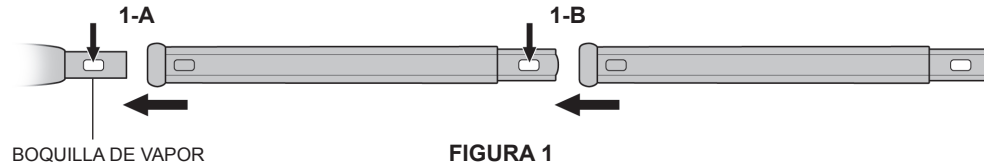

FIGURA 1
2. Presione el botón azul de bloqueo/apertura. Mientras mantiene presionado el botón, deslice la Varilla de Extensión hacia la Boquilla de Vapor (FIGURA 1-A). Empuje la varilla por encima del botón y continúe empujándola hasta que el botón encaje en el orificio en la varilla.
3. Deslice la segunda Varilla de Extensión hacia el extremo de la que acaba de conectar, esta vez alineando el orificio rectangular de la segunda varilla con el botón azul de bloqueo/apertura de la primera varilla. Presione y mantenga presionado el botón y empuje firmemente la segunda varilla hacia el extremo de la primera varilla hasta que el botón encaje en el orificio (FIGURA 1-B). Ambas Varillas de Extensión deben estar conectadas a la Boquilla de Vapor.